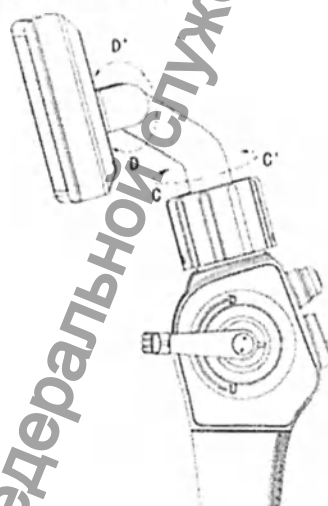

Рисунок 4.1 Схематичное изображение соединения и отсоединения Видеобронхоскопа и видеоцентра Endohand 3,5
- Затем поверните фиксирующую гайку электрического коннектора видеоцентра Endohand 3,5 по часовой стрелке до фиксации соединения Видеобронхоскопа и видеоцентра Endohand 3,5 (Рис. 4.1)